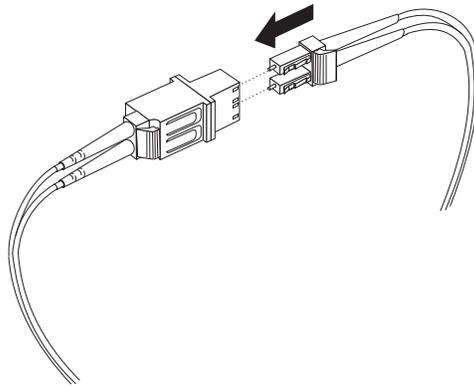

Figura 25. Conectando um Cabo LC-LC a um Adaptador de Cabo LC-SC
4. Insira com cuidado a outra extremidade do cabo LC-LC na extremidade do conector LC do adaptador do cabo LC-SC conforme mostrado em Figura 25. Empurre o conector até que encaixe no lugar.